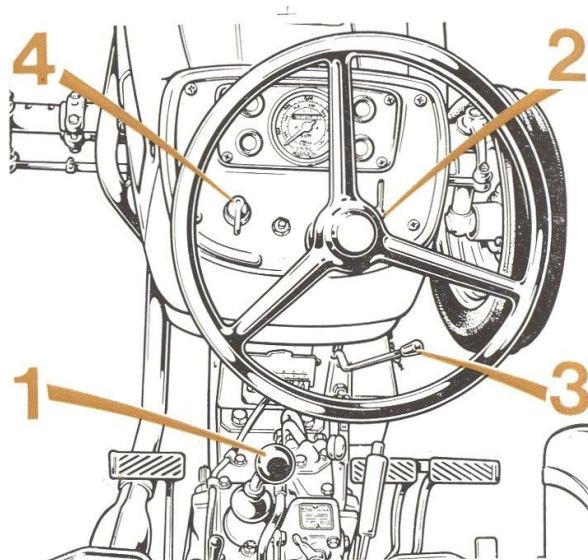

FIG. 28
4° faire pivoter à gauche au 1^{er} cran le commutateur de démarrage (4) Fig. 28 et le maintenir fermement dans cette position pendant **10 à 15 secondes** de sorte à faire agir le thermostarter.
5° enclencher le commutateur de démarrage (4) Fig. 28 en le poussant à fond sur la gauche et le lâcher dès que le moteur démarre.